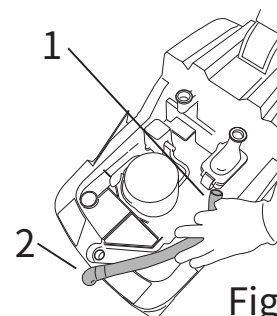

Fig.31
- 切換バルブ (図31、参照1) とフロントスキー (図31、参照2) からホースを外します。